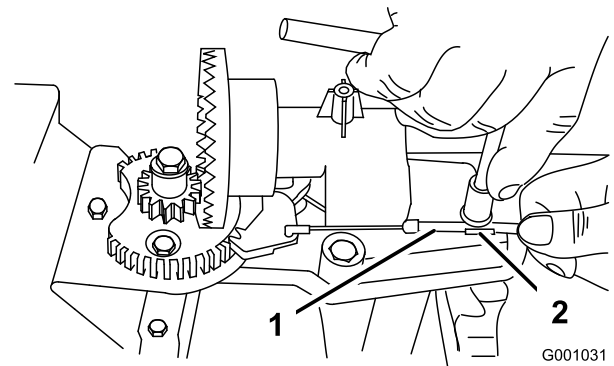
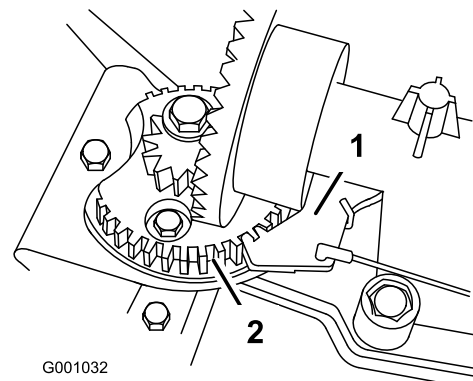

Bild 43
Bild 44
2. Lösen Sie die Schraube an der Kabelklemme (Bild 43).
3. Fassen Sie den Kabelstrang an und schieben Sie ihn nach vorne an der Maschine, bis der Auswurfkanalriegel ganz in die Zahnräder des Getriebes greift (Bild 43 und Bild 44).
Hinweis: Der Riegel ist gefedert und ist so konstruiert, dass er in die Zahnräder des Getriebes greift (Bild 44).